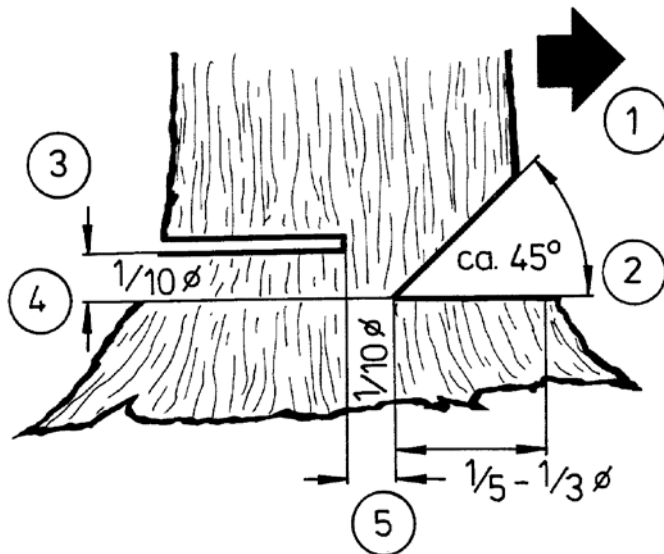

Рис. 15
3. Основной пропил (3) следует располагать несколько выше по отношению к нижней кромке подпила (расстояние должно составлять  $1/10$  диаметра ствола дерева, см. также пункт 4 на рис. 15). Основной пропил должен производиться строго горизонтально. Между основным пропилом и подпилком должно сохраняться некоторое расстояние (недопил –  $1/10$  диаметра ствола дерева, см. также пункт 5 на рис. 15).